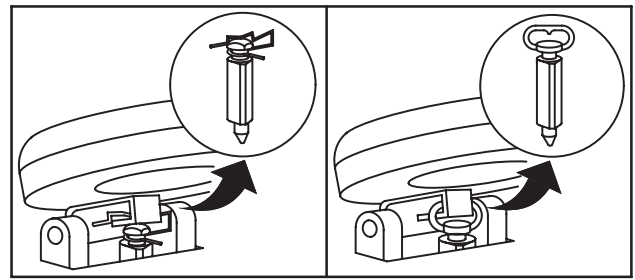

Fig. 141
1. Installer le pointeau sur le flotteur comme indiqué en Fig. 141. La partie ouverte du ressort doit être à l'opposé du Venturi.